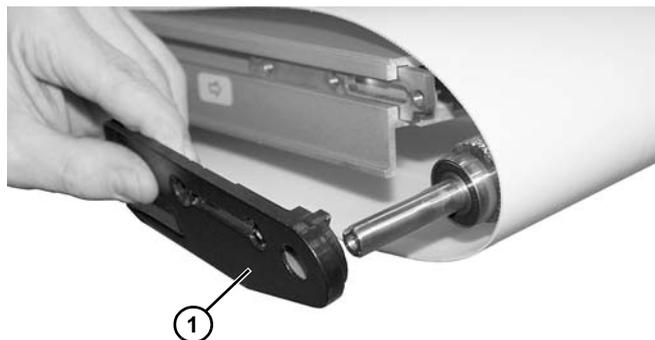

Figure 61
4. Retirer la plaque de tête (Figure 61, élément 1) du châssis du convoyeur tout en maintenant la broche en place.